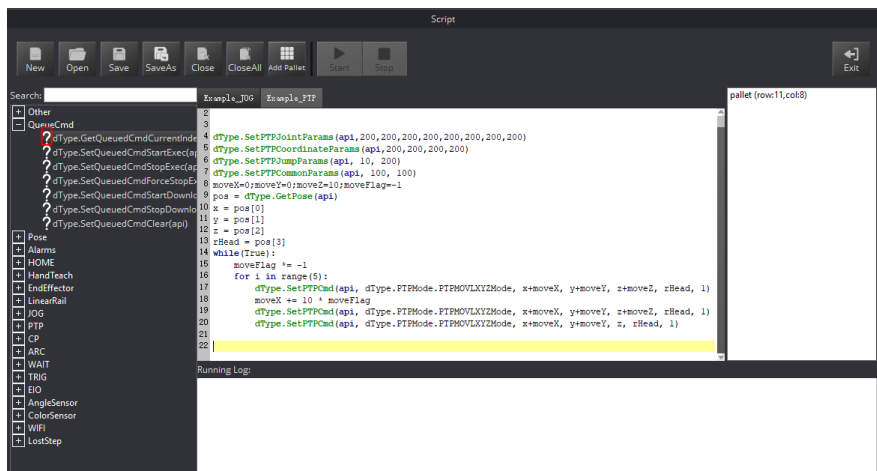

Figura 97: Escrever um script
2. Escreva um script. É possível chamar a interface clicando duas vezes no quadro esquerdo da página **Script**; a interface correspondente será exibida no quadro do meio, como mostrado na Figura 97. Também é possível clicar no ícone  na interface correspondente para visualizar a forma como configurar os parâmetros. Os exemplos de scripts (incluindo **Jog**, **PTP**) podem se referir a **Installation directory/DobotStudio/config/ststore/**.